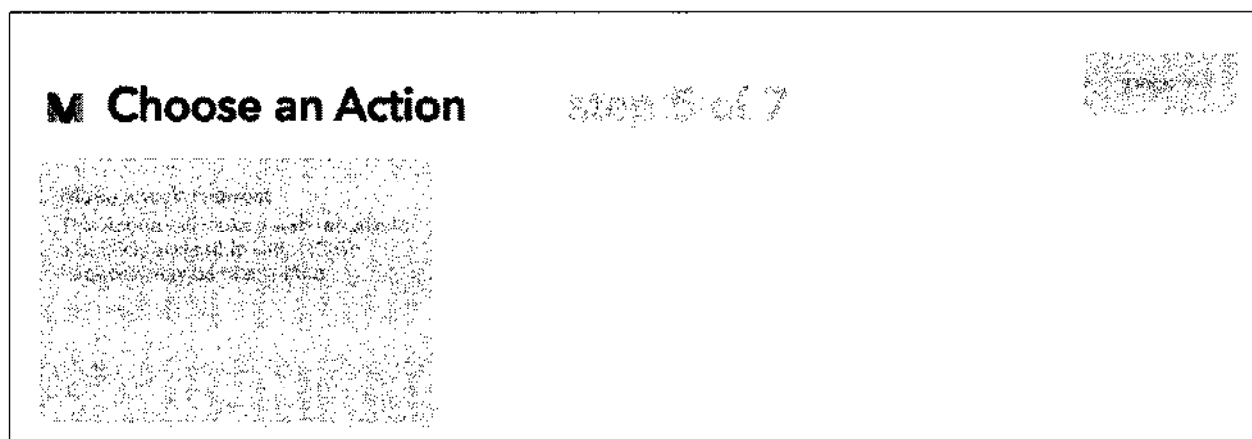

Рис. 6.7. Выбор действия по событию
14. Выберите действие **Make a web request** (рис. 6.7).